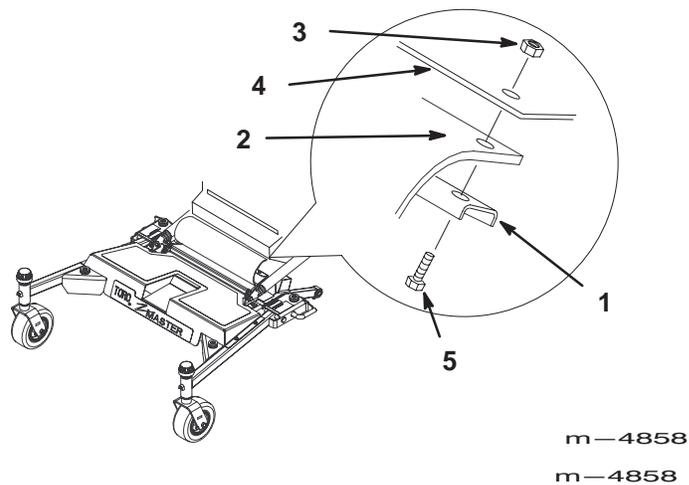

Figure 27
11. Enlevez les deux écrous et boulons de fixation de la barre de la protection en caoutchouc. La barre se trouve sous les leviers de commande de déplacement. Repliez la protection en caoutchouc sur le repose-pieds (Fig. 27).